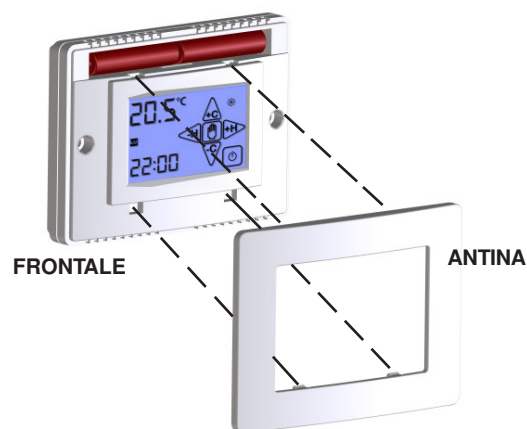

Fig.6
- 3-Montare l'ANTINA sul FRONTALE inserendo i 4 ganci nelle apposite fessure (Fig.6).